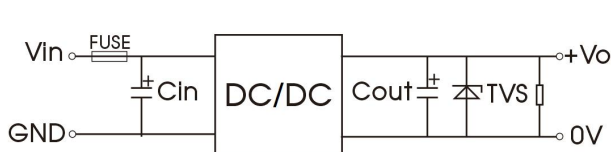

图 8
- (1) 产品测试及应用时，请按照（图 8）推荐的测试电路进行；至少保障外接一个电解电容 C_{in} ($\geq 1000\mu F$)，用于抑制输入端可能产生的浪涌电压；
- (2) 如果产品输入端并联瞬变能量较大的电路（如并联电机驱动电路），或会导致产品输入电压被拉低，此时关注产品输入电压的波动，建议适当增大输入端电解电容 C_{in} 的容值，以保障输入端电压稳定，避免输入电压低于欠压保护点导致产品重复启动的情况；
- (3) 如果产品输出端为感性负载时（如继电器、电机），建议增大输出电容 C_{out} 容值，并增加 TVS 管，用以滤除电压尖峰；
- (4) 如需进一步减少输入输出纹波，可适当加大外接电容 C_{in} 、 C_{out} 容值或选用串联等效阻抗值小的外接电容。